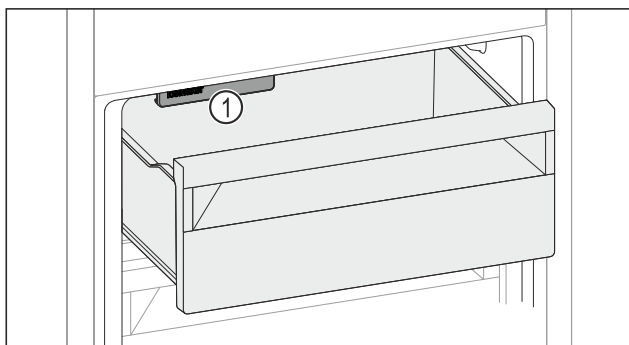

Fig. 224
- Tenez compte de l'IceMaker Fig. 224 (1).